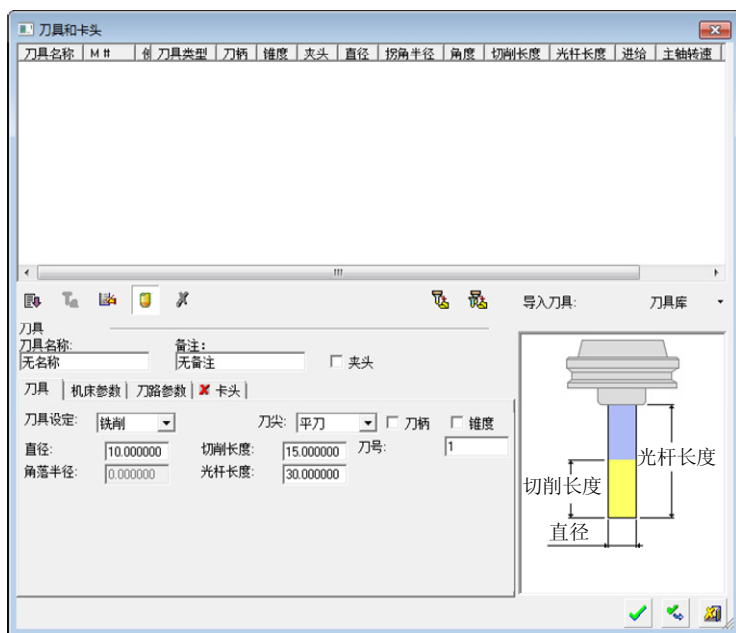

图 5-124 “刀具和卡头”对话框 (1)
- 单击“加工向导”工具栏上的“刀具”按钮，弹出“刀具和卡头”对话框（1），如图 5-124 所示。